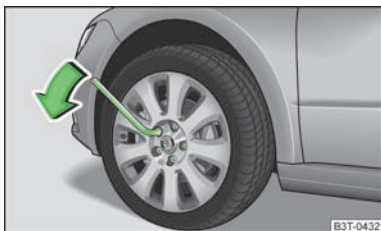

Abb. 176
- Am Schlüsselende fassen und die Schraube etwa **eine** Umdrehung nach links drehen » Abb. 176.